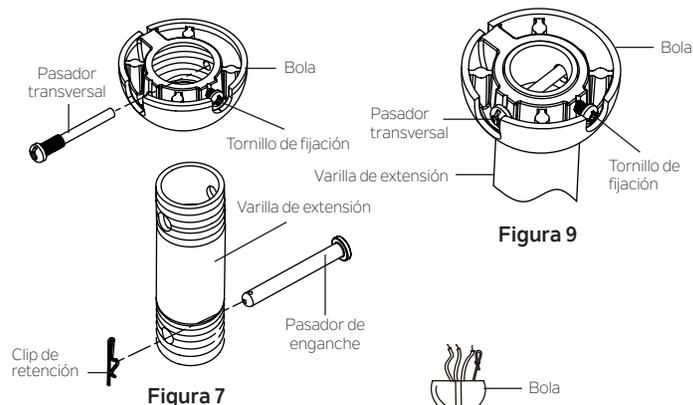

Figura 7
Paso 5. Retire el clip de retención y el pasador de enganche del conjunto de bola/varilla de extensión. Retire la bola del conjunto de bola/varilla de extensión aflojando el tornillo de fijación (no lo retire) de la bola, desatornillando y quitando el pasador transversal y desatornillando la bola para quitarla de la varilla de extensión. **(Figura 7)**